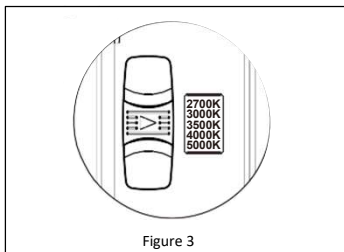

Figure 3
4. Select the desired Color Temperature for the environment in which the fixture will be installed. **See Figure 3.**
- *Sélectionnez la température de couleur souhaitée pour l'environnement dans lequel le luminaire sera installé. Reportez-vous à la figure 3.*